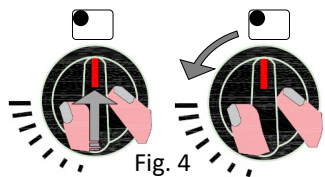

Fig. 4
2.1 Encendido de los quemadores de las hornallas (Fig. 4)